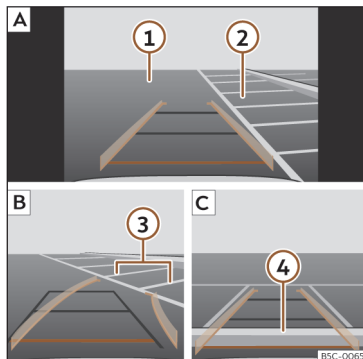

Fig. 146 Visualização no ecrã do sistema infotainment: estacionar com o assistente de marcha-atrás.
Legenda da >>> **Fig. 146:**
- Posicione o veículo à frente do lugar de estacionamento >>> **Fig. 146** ② **A**.
- Retroceda rodando o volante de forma que as linhas amarelas se introduzam no lugar de estacionamento. As linhas verdes e amarelas têm de coincidir com as linhas de delimitação laterais ③ **B**.
- Pare o veículo quando a linha vermelha tiver atingido a delimitação traseira ④ **C**.